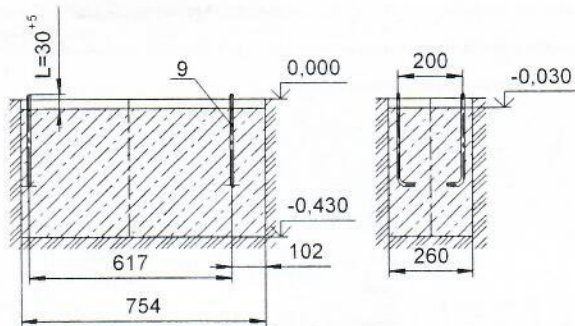

Рис. 2
12.1.3 Размеры минимального пространства для размещения оборудования и безопасные расстояния от оборудования до поверхности площадки указаны на рис. 2.
12.3.2 Подготовить приямок по схеме на рис. 2, размерами 754ммх260мм, глубиной 430мм.